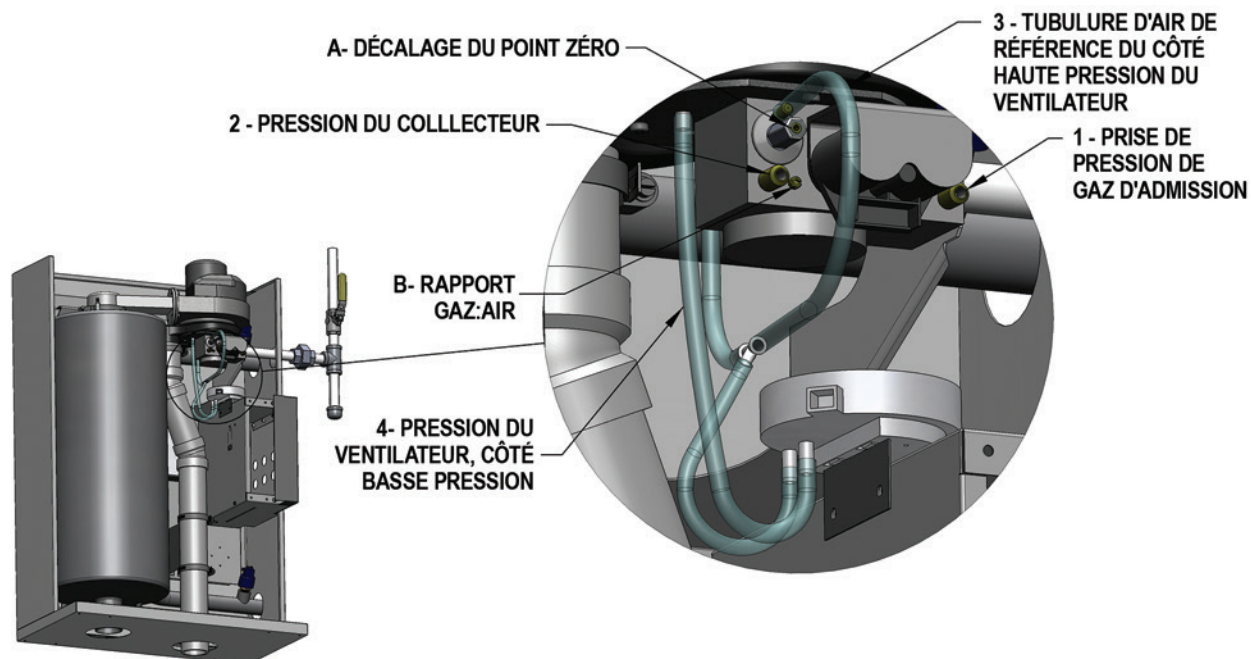

Figure 32 : Soupape d'admission de gaz et système de référence de pression
Afin de vérifier que la soupape de gaz fonctionne adéquatement sur le site, un technicien qualifié peut suivre la procédure suivante (*consultez la Figure 32*) :
3. Avec la chaudière à régime maximal, utilisez une clé hexagonale de 2 mm pour ajuster le décalage du zéro (Figure 32 « A ») au besoin afin d'atteindre -0,05 à -0,08 kPa (-0.2 à -0.3 po de colonne d'eau). Cet ajustement est seulement nécessaire si la position de cette vis a déjà été modifiée.
4. Placez un capteur d'analyse dans les gaz de combustion et tournez la vis de dosage gaz:air (Figure 32, « B ») afin d'obtenir le mélange prescrit au tableau 8 à puissance maximale. Cette vis permet un ajustement vraiment précis et plusieurs tours peuvent s'avérer nécessaires. **REMARQUE :** Cette vis présente un rattrapage de jeu important. Lorsque vous inversez la direction du mouvement, cela peut prendre jusqu'à un tour complet avant de rattraper le jeu et qu'un changement n'apparaisse dans la lecture de l'analyseur. Chronométrez le compteur de gaz afin de vérifier si cela correspond à la puissance maximale de la plaque signalétique.
6. À allure de chauffe minimale, ajustez le décalage du zéro (Figure 32, « A ») de manière à obtenir la valeur de CO₂ prescrite. Il peut s'avérer nécessaire de réduire progressivement la puissance si l'ajustement de cette vis a déjà été modifié.